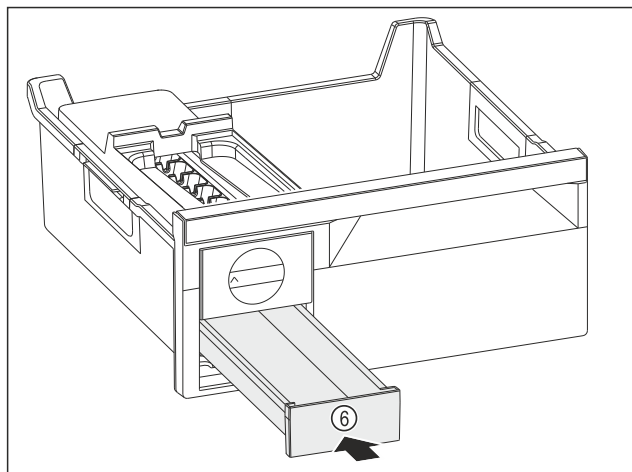

Fig. 110
- ▶ Ijsblokjesvak Fig. 110 (6) inschuiven.